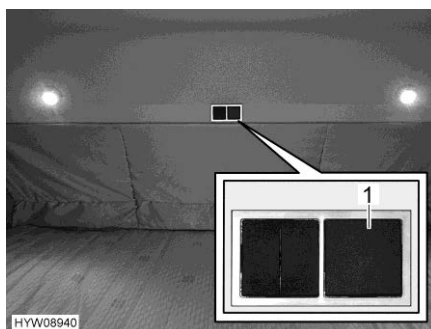

Fig. 86 Interruttore centrale (illuminazione)
L'interruttore centrale (Fig. 86,1) accende e spegne tutte le luci o una parte. È possibile memorizzare una determinata combinazione di luci come "scena". Questa combinazione sarà poi regolata tramite l'interruttore centrale.
- Premere brevemente l'interruttore centrale (Fig. 86,1). Vengono accese tutte le luci dell'abitacolo.
- Premere l'interruttore centrale (Fig. 86,1) per circa 10 secondi. Se le luci lampeggiano brevemente, significa che la "scena" è stata memorizzata correttamente.